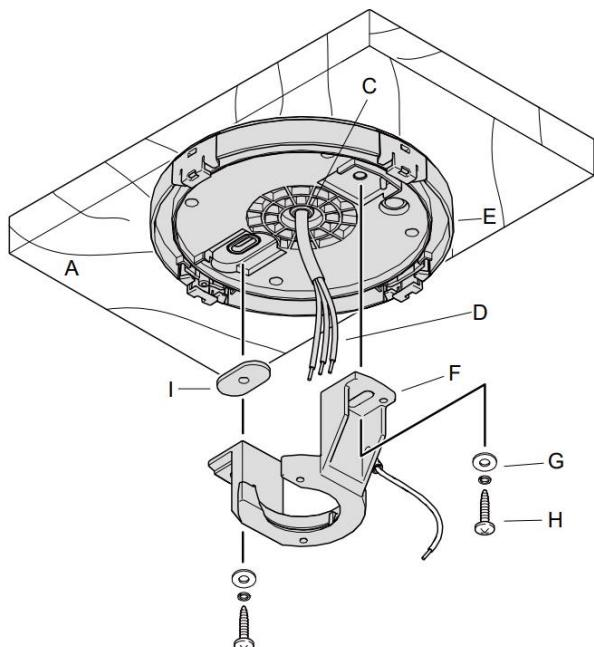

Fig. 5
- Pase los cables de alimentación y el cable de tierra (D) de la caja de salida del techo a través del pasacables (C) de la cubierta del florón (E).
- Fije el soporte de montaje (F) a la cubierta del florón (E).
NOTA: Compruebe para asegurar que la dirección de montaje del soporte de montaje sea la correcta y asegúrese de que la tapa sellada (I) se encuentre en su sitio (Fig. 5 y Fig. 6)
- Instale el soporte de montaje (F) t la cubierta del florón (E) en la el tomacorriente con los tornillos de montaje (H) suministrados con la caja tomacorriente y las arandelas (G) incluidas con el ventilador. **Fig. 5**